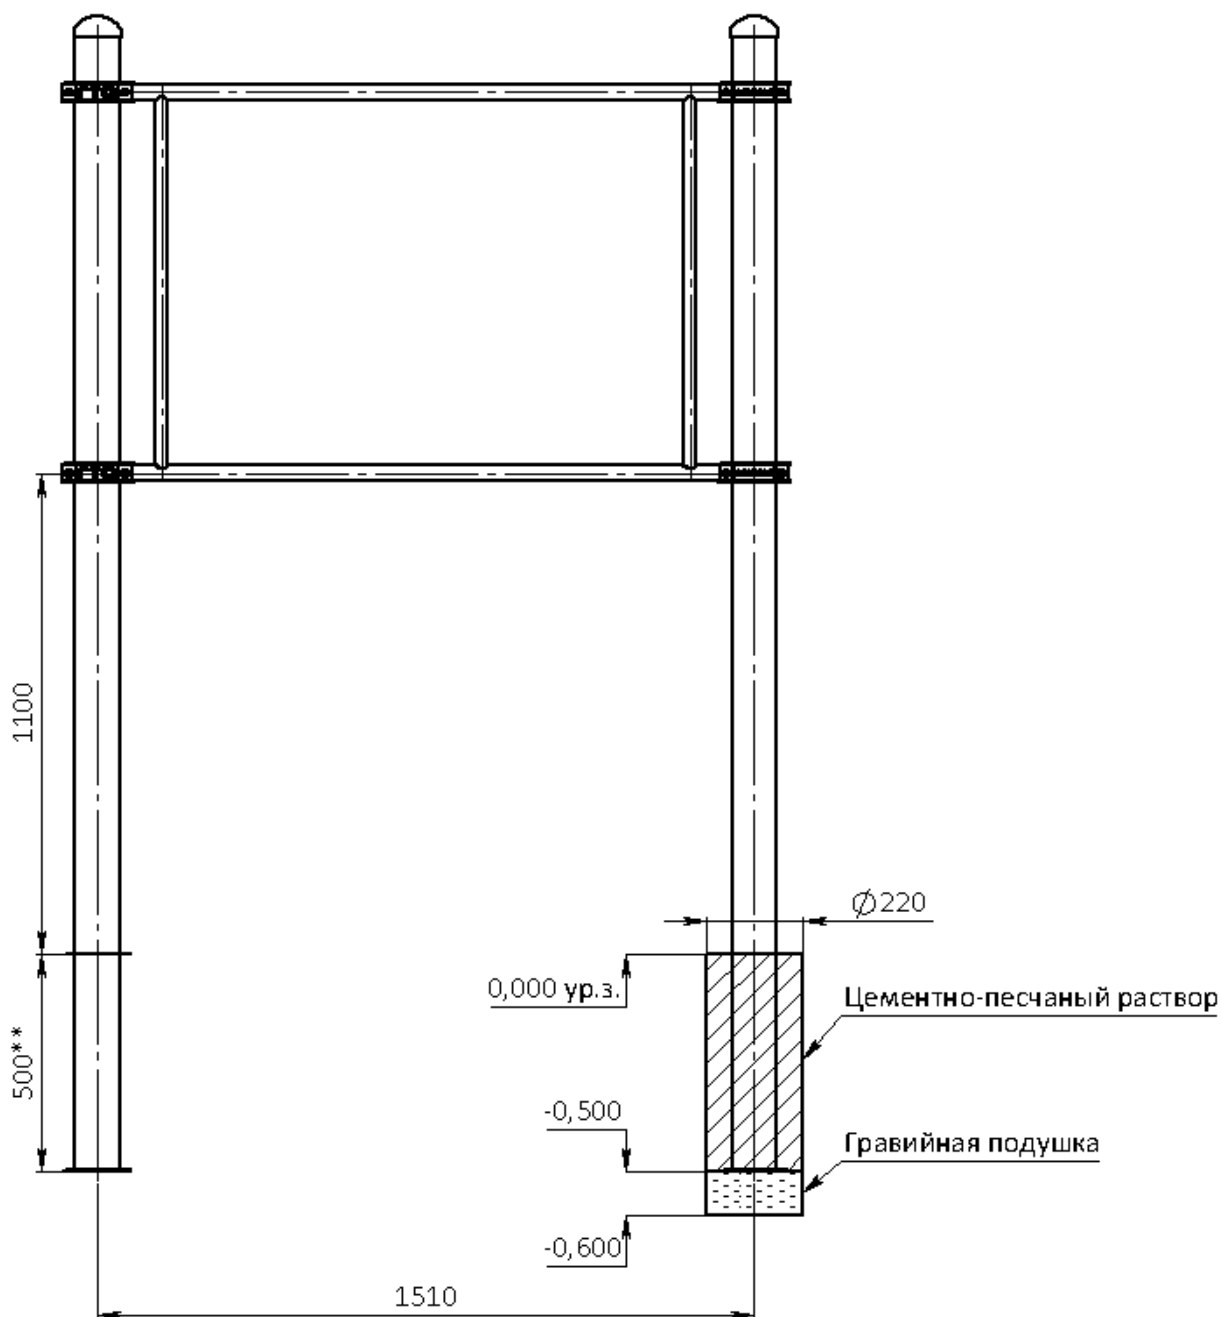

Рис. 4
- 8.3.1. Устойчивость Изделия достигается при помощи бетонирования части конструкции (см. рис. 4). На месте установки подготавливаются углубления диаметром 220 мм, глубиной 600 мм в количестве 2 штук. На дно углублений засыпается гравийная подушка высотой 100 мм и утрамбовывается. Далее устанавливаются столбы на глубину 500 мм. Далее столбы заливаются цементно-песчаным раствором (типа бетон), параллельно контролируя вертикальность состояния заливающихся элементов. После окончательного застывания цементно-песчаной основы, на столбы навешивается стенд при помощи хомутов